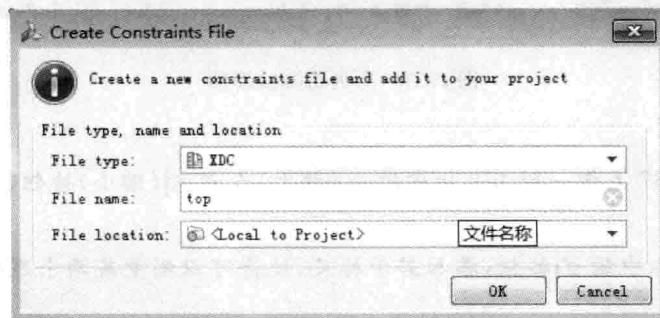

图 2.40 添加约束文件对话框界面
(2) 出现 Add Sources 对话框界面。在该界面下,选择 Add or Create Constraints。
(3) 单击 Next 按钮。
(4) 出现 Add or Create Constraints(添加或者创建约束)对话框界面。在该界面下,单击 Create File...按钮。
(5) 如图 2.40 所示,出现 Create Constraints File(创建约束文件)对话框界面。按下面参数设置:
- ① File type: XDC;
- ② File name: top;
- ③ File location: Local to Project。